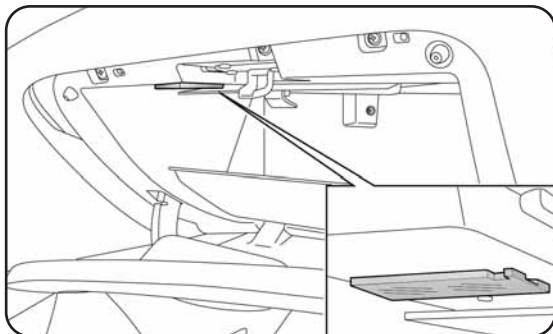

fig. 41
**PLAFONNIER DE BOITE A GANTS fig. 41**